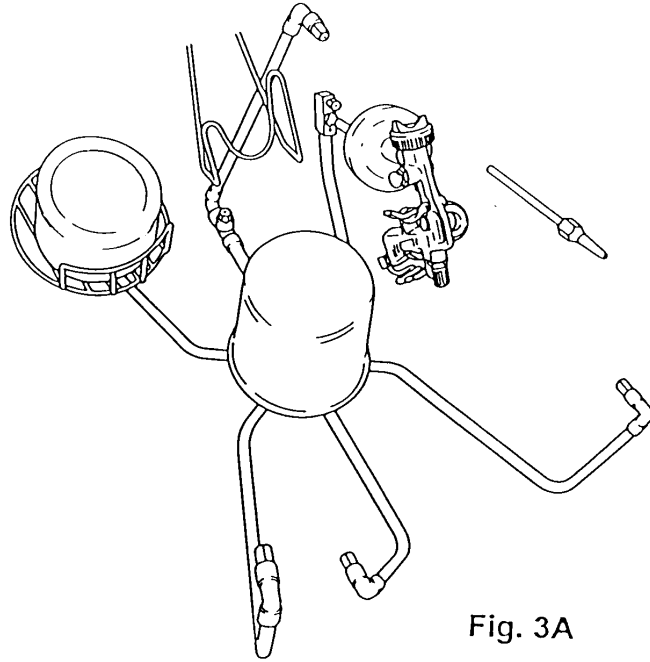

Fig. 3A
- **Il est obligatoire**, à l'intérieur de la machine à laver, de poser les pistolets à peinture, les couvercles et les récipient à laver seulement sur les buses et dans les positions indiquées aux figures 3A - 3B – 3C.
## 5.3 LAVAGE DES PISTOLETS PAR ASPIRATION (GODET SOUS LE PISTOLET DÉMONTÉ) (Cf. FIG. 3A)
Démonter le godet de l'aérographe, vider le contenu résiduel dans un récipient extérieur, appuyer sur la gâchette du pistolet à l'aide du crochet P (fig. PQ1 et PQ2) et introduire le bouchon conique Q (fig. PQ3) dans l'orifice d'entrée de l'air. Engager l'aérographe par là où la peinture entre dans la buse (pos. Z - fig. 3A) et retourner le godet sur l'une des buses (pos. F - fig. 3A).